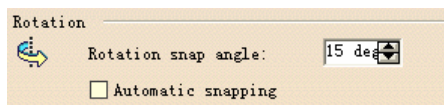

图 6-83
(2) Rotation (旋转) 选项组 (如图 6-83 所示)